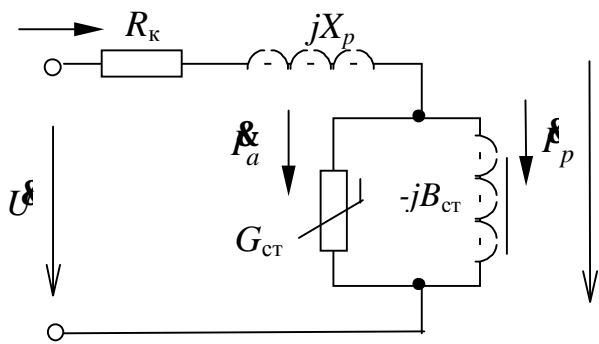
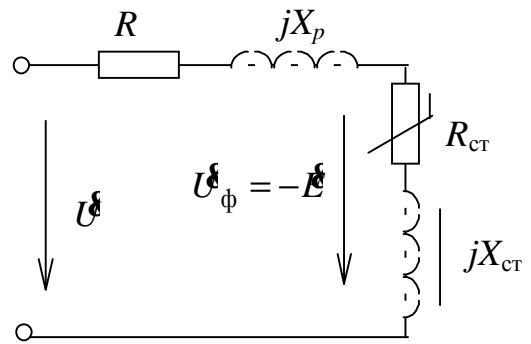

Рис. 8.1
Рис. 8.2
**Задача 8.2.** Показания приборов:  $P=50 \text{ Вт}$ ,  $U=127 \text{ В}$ ,  $I=0,5 \text{ А}$ . Определить параметры параллельной (рис. 8.1) и последовательной (рис. 8.2) схем замещения, если полем рассеяния и собственным сопротивлением проводов катушки можно пренебречь. Построить векторную диаграмму катушки.